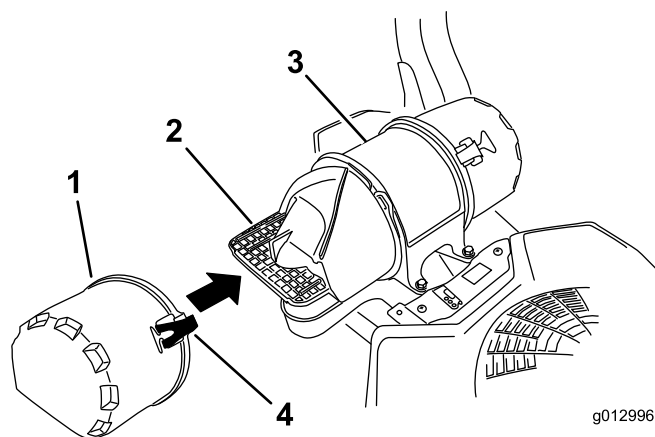

Figura 45
- Abra los cierres del limpiador de aire y tire de la tapa de la entrada de aire para separarla del cuerpo del limpiador de aire (Figura 45).
- Instale la tapa de la entrada de aire y sujétela con los enganches (Figura 45).